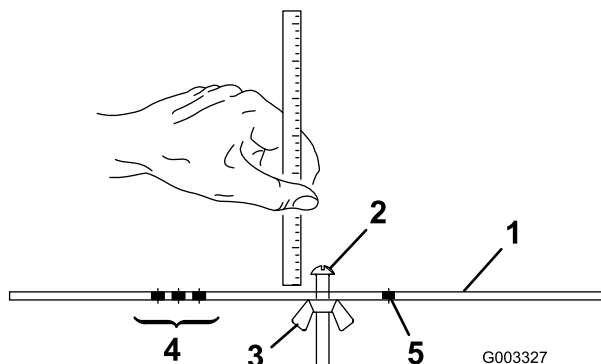

図 16
2. ゲージバー 図 16 のナットをゆるめ、調整ねじを希望の刈り高に合わせる